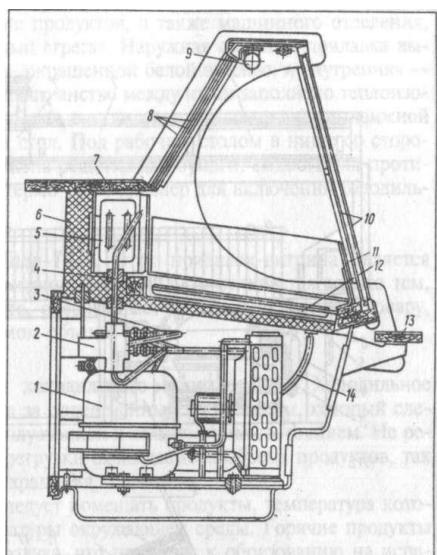

Рис. 15.5. Прилавок-витрина «Пингвин-В»:
1. Прилавок-витрина «Пингвин-В» (рис. 15.5) состоит из двух частей, верхней — витрины и нижней — прилавка. Передняя и боковые стороны витрины закрыты двойным полированым стеклом, а со стороны продавца — тремя раздвижными дверцами, выполненными из оргстекла. Дном витрины служат шесть эмалированных противней, на которые укладываются продукты. Потолок витрины выполнен из нержавеющей стали. Под ним закреплена люминесцентная лампа, освещивающая витрину.